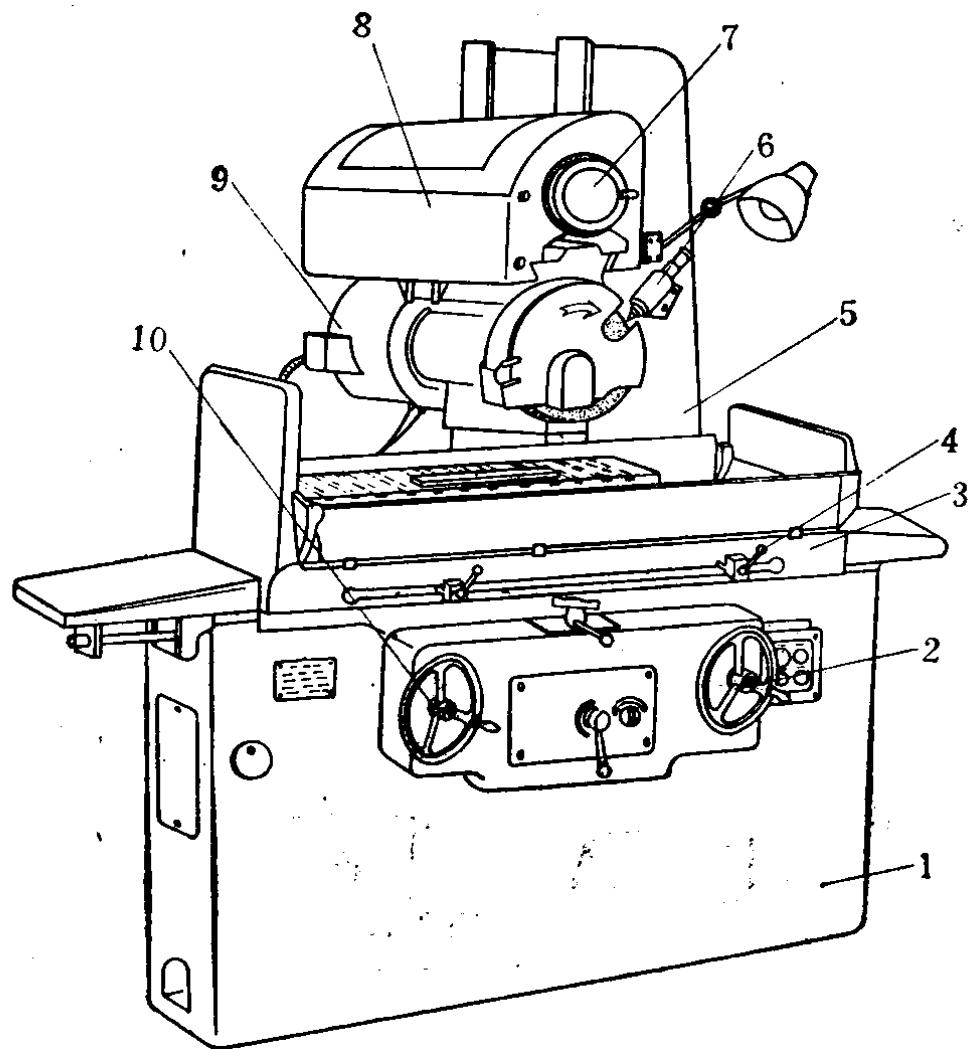

图4 M7120 A型平面磨床
(3) 平面磨床：用于磨削各种工件的平面。图4为M7120A型平面磨床。